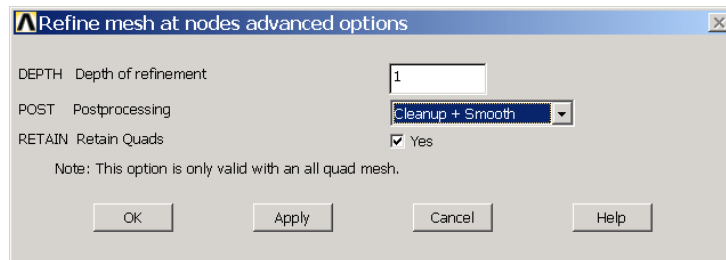

图4.69 细化高级设置对话框
(4) 在【Level of refinement】下拉列表框中选择适当的细化级别，如【3】（级别分为1~5，1细化程序最轻，5细化程序最高）。选中【Advanced options】右边的【Yes】复选框，表示将进行细化的高级设置。单击【OK】按钮。
(5) 接着弹出如图 4.69 所示的细化高级设置对话框。设置参数如下：在【Depth of refinement】文本框中输入细化深度【1】；在【Postprocessing】下拉列表框中选择【Cleanup+Smooth】，表示进行清理与平滑化操作。然后单击【OK】按钮。